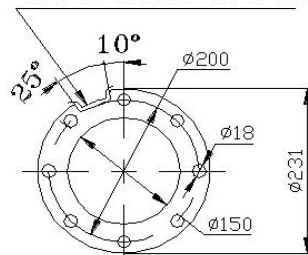

Рисунок 1
Агрегат CRS (см. рис.1) состоит из: насосной части поз. 1; электродвигателя поз. 2; проводов токоподводящих поз. 3; клапана поз. 4; таблички поз. 5; кожуха защитного поз. 6; сетки защитной поз. 7.
6.3.2 Водоподъемную трубу с муфтой ввернуть в патрубок агрегата до отказа (см. рис.1). По просьбе заказчика за отдельную плату могут поставляться переходные втулки, а также переходники с резьбы на фланец.
- придерживая вал насоса в верхнем положении (см. п. 2), установить насос на фланец электродвигателя и замерить размер “Х” между концами валов (см. рис. 1);